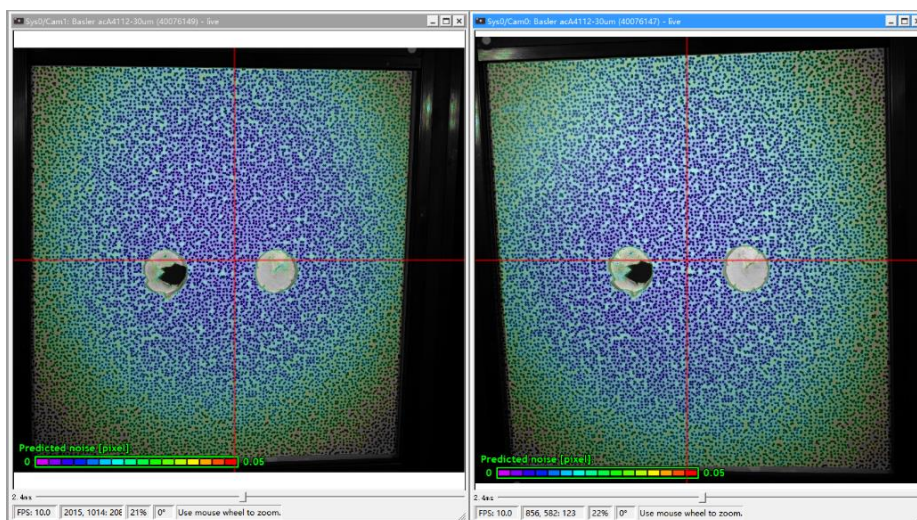

图 11
- 2、设定完保存路径之后，打开 Crosshairs 和 Focus 功能对图像进行对中和散斑质量评估。如图 11 所示。